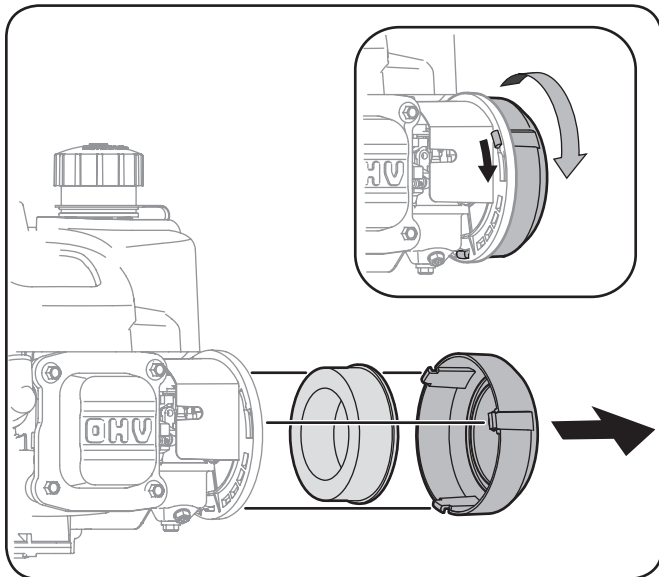

Figure 6-3
1. Retirez le couvercle du filtre à air en tournant dans le sens antihoraire puis le tirant vers vous. Voir la Figure 6-3.